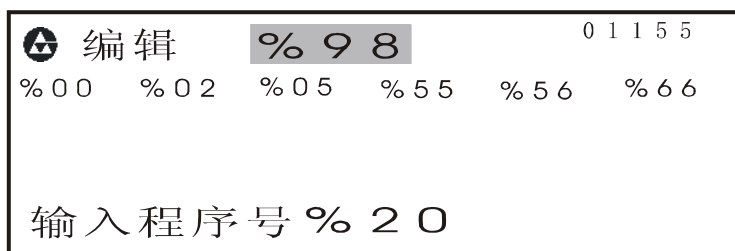

图 4 输入程序号
在零件程序目录检索状态按  键，显示如图 4 所示。
- (1) 在零件程序目录检索状态按  键。
- (2) 从键盘输入两位程序目录清单中不存在的程序号作为新程序号, 如图 4 所示。
- (3) 按  键。
- (4) 新零件程序建立完成，系统自动进入程序编辑状态。